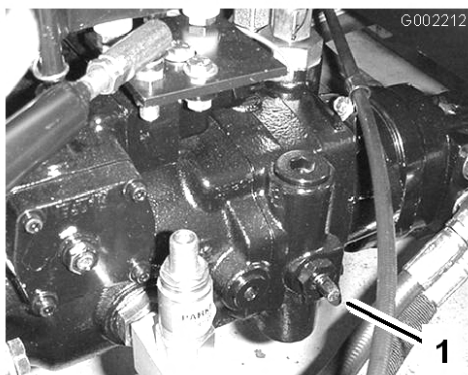

Figura 25
1. Rode a válvula de reboque (Figura 25) 90° em qualquer um dos sentidos para abri-la.